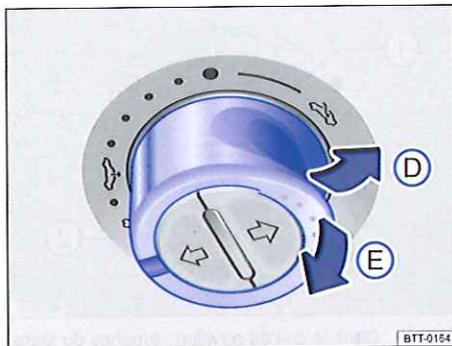

Fig. 39 Dans le ciel de pavillon : appuyez et tirez sur la commande pour relever et fermer le toit.
=> fig. 39
- *Toit ouvrant coulissant/relevable panoramique à commande électrique* : dans un intervalle d'env. 5 secondes après le déclenchement du dispositif antipincement, tirez sur la commande arrière → fig. 39 Ⓔ (flèche) jusqu'à ce que le toit ouvrant coulissant/relevable panoramique à commande électrique soit entièrement fermé.